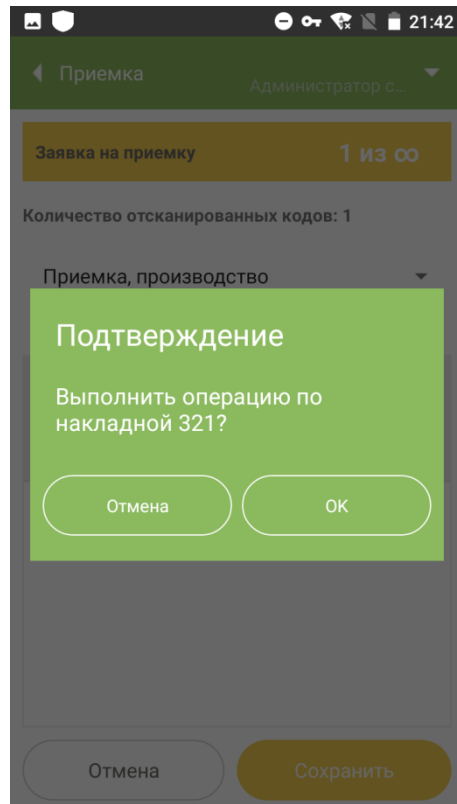
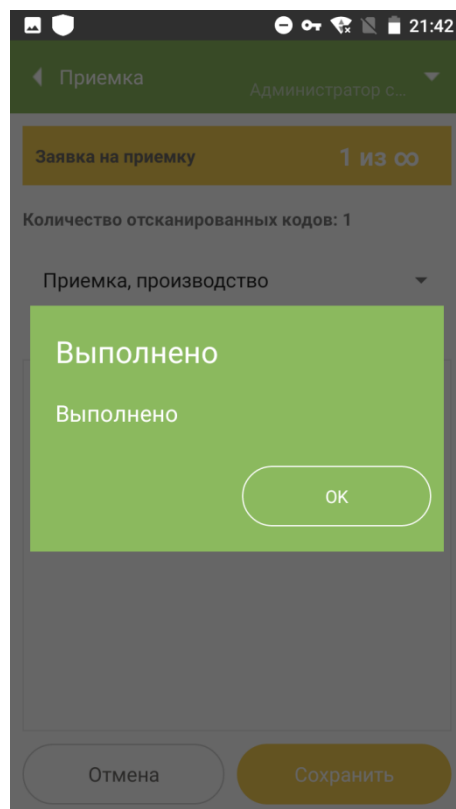

Рисунок 9.5
Рисунок 9.6
7. После того как все принимаемые коды будут отсканированы, нажать кнопку «Сохранить». Подтвердить выполнение операции, нажав «ОК» (Рисунок 9.5). Появится сообщение «Выполнено» (Рисунок 9.6), которое требуется также подтвердить «ОК».
- 2.3. После того как все принимаемые коды будут отсканированы, нажать кнопку «Сохранить». Подтвердить выполнение операции, нажав «ОК» (аналогично Рисунок 9.5). Появится сообщение «Выполнено» (аналогично Рисунок 9.6), которое требуется также подтвердить «ОК».
- 3.4. После того как все принимаемые коды будут отсканированы, нажать кнопку «Сохранить». Подтвердить выполнение операции, нажав «ОК» (аналогично Рисунок 9.5).
- 3.6. Если при создании документа не был допущено ошибок, появится сообщение «Выполнено» (аналогично Рисунок 9.6), которое требуется подтвердить, нажав «ОК».